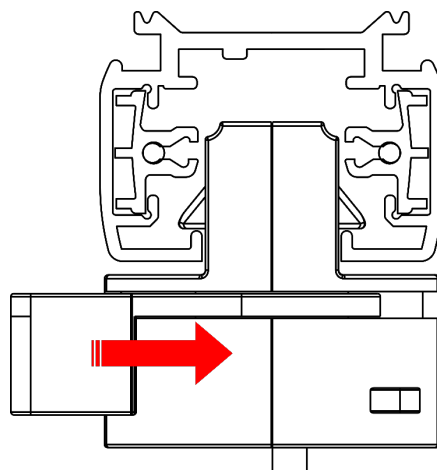

Fig. 08
- 03) Inserire l'**adattatore per binario (01)** nel binario e spingerlo finché non scatta in posizione.
- 04) Spostare il **blocco del binario (06)** per bloccare il dispositivo nel binario, come mostrato nella Fig. 08.